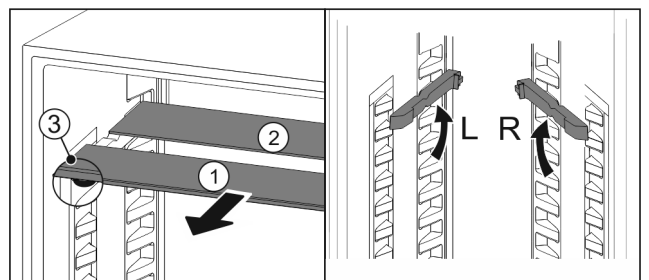

Fig. 58
- ▶ Издърпайте Fig. 58 (1) поотделно стъклените плочи напред.
- ▷ Стъклената плоча Fig. 58 (1) с декоративната лайсна е отпред.
- ▷ Ограничителите Fig. 58 (3) сочат надолу.